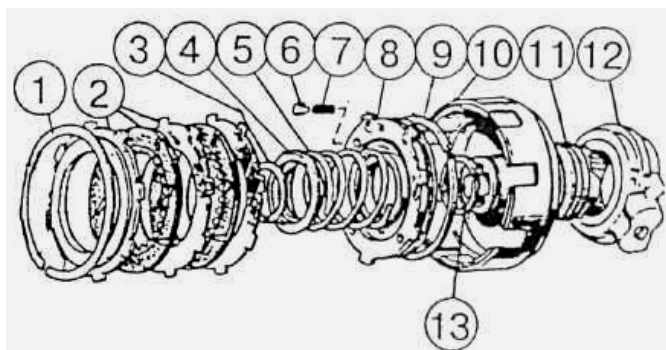

Рисунок 5.11
12) снимите стопорное кольцо 1, (рисунок 5.11), и выньте из барабана 10 пакет фрикционных дисков 2, направляющие 6 и пружины 7;